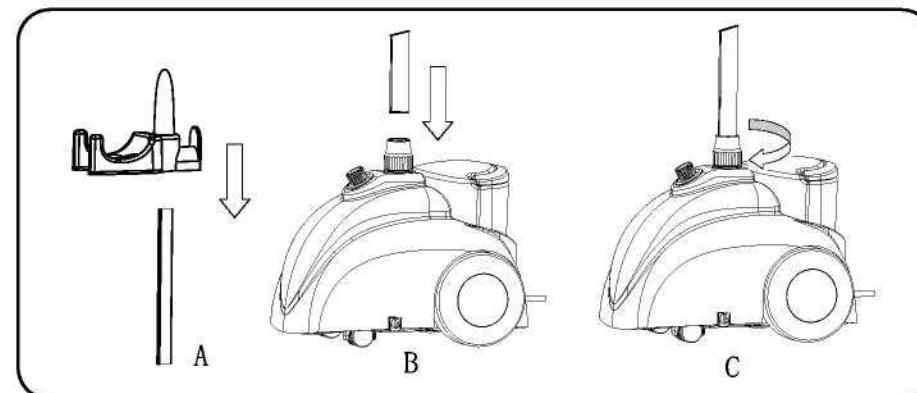

Рис. 3
1. Установите держатель на верхнюю часть стойки в соответствие с пазами на стойке (Рис.3-А).
2. Вставьте стойку в держатель на корпусе отпаривателя в соответствие с пазами на стойке и выступами в держателе.(Рис. 3-В)
3. Поверните зажимную муфту держателя стойки по часовой стрелке и с усилием затяните ее. (Рис. 3-С). Телескопическая стойка должна жестко удерживаться в зажиме на корпусе отпаривателя.